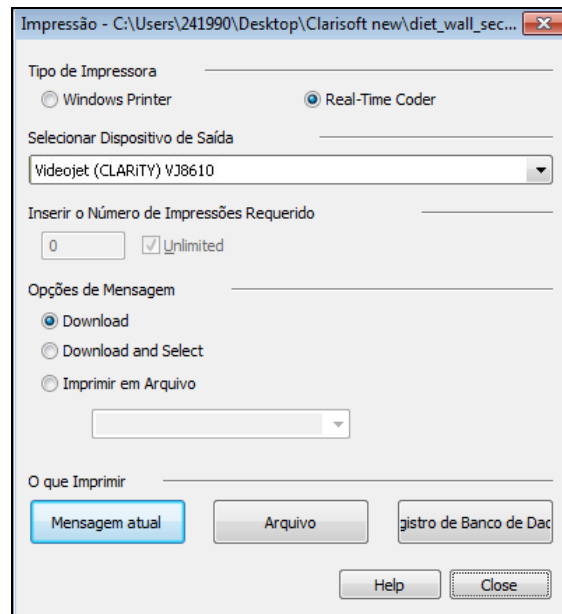

Figura 5-22: Selecione o dispositivo de saída
- 2 Clique no ícone da impressora da barra de ferramentas no CLARiSOFT. A janela *Impressão* é exibida (consulte Figura 5-22 na página 5-22).